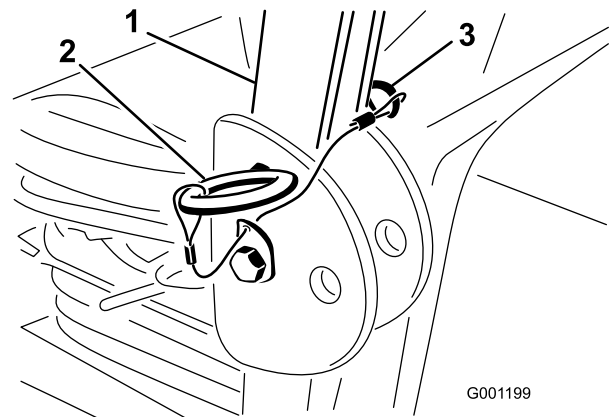

Figure 30
1. Pour abaisser l'arceau de sécurité, retirez les goupilles fendues puis les deux axes (Figure 30).
3. Posez les deux axes et fixez-les avec les goupilles fendues (Figure 30).
4. Pour relever l'arceau de sécurité, retirez les goupilles fendues puis les deux axes (Figure 30).
5. Relevez complètement l'arceau de sécurité puis insérez les deux axes et fixez ces derniers avec les goupilles fendues (Figure 30).